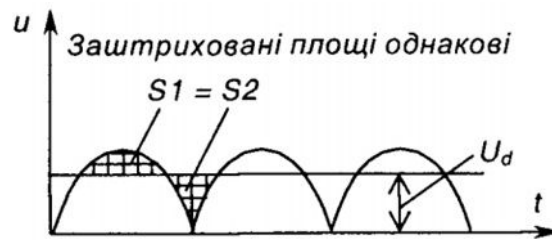

Рисунок 15.3 – Ілюстрація середнього значення напруги
- **випрямленою напругою** – середня за період напруга на навантаженні (див. рис. 15.3);